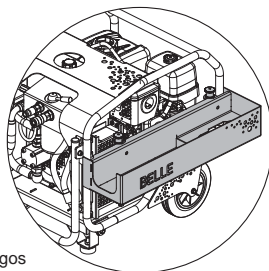

Imagen 4
5. Gire la bandeja de herramientas hacia arriba hasta que ambos vástagos estén ubicados por encima de los orificios de la parte superior del protector lateral instalado. Suelte los mangos del vástago para fijar el montaje en el sitio. (*consulte la imagen 4*)